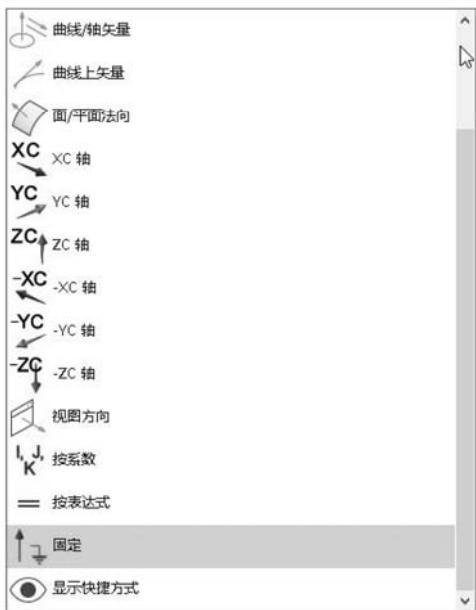

图 3-2 直接定义刀轴矢量的方法
(2) 指定矢量。通过直接定义刀轴矢量的方法创建定轴加工。UG NX 软件提供了很多直接定义刀轴矢量的方法，如图 3-2 所示。